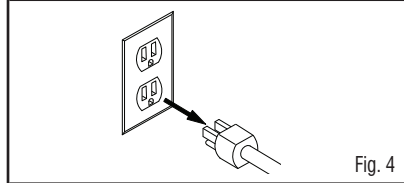

Fig. 4
4. Disconnect power to Fixture. Fig. 4.
4. Desconecte la electricidad del dispositivo. Fig. 4.
1. Disconnect power to Fixture. If Vaporizer has been operating, allow at least 1 hour to cool down before handling. Fig. 4.
1. Desconecte la electricidad del dispositivo. Si el Vaporizador ha estado funcionando, deje que se enfríe durante 1 hora por lo menos antes de manejarlo. Fig. 4.